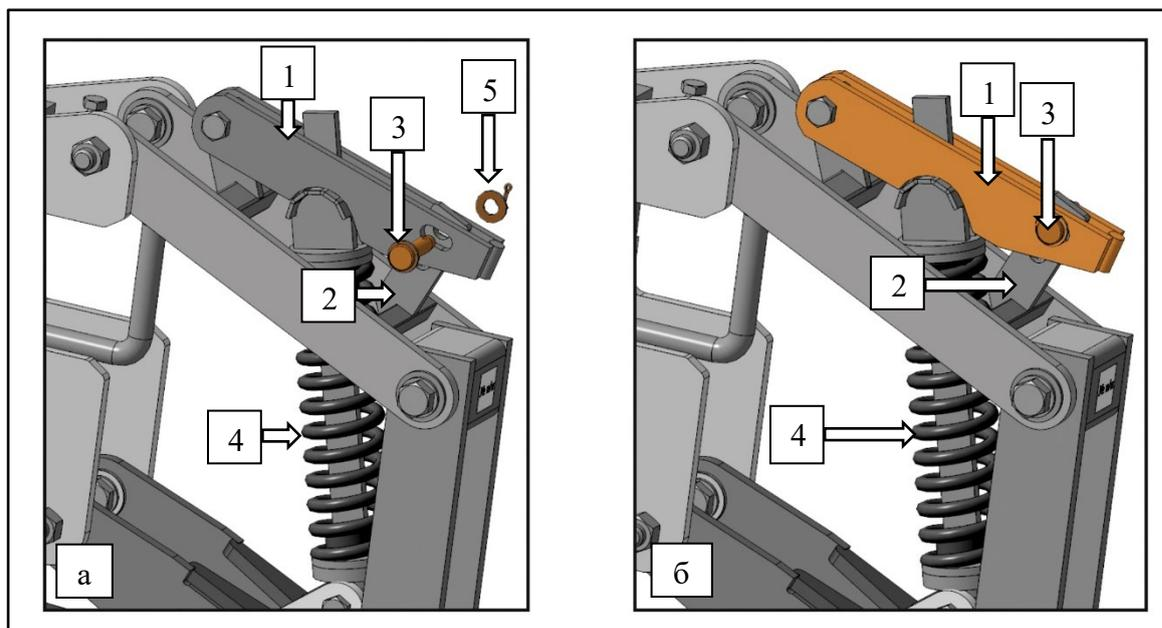

Рисунок 35 – Места соединения тяги с рычагом сошника
1. Извлечь фиксатор (3), шайбу и шплинт (5), рис. 35 а;
3. Зафиксировать тягу (1), используя фиксатор (3), шайбу и шплинт (5), рис. 35 б.